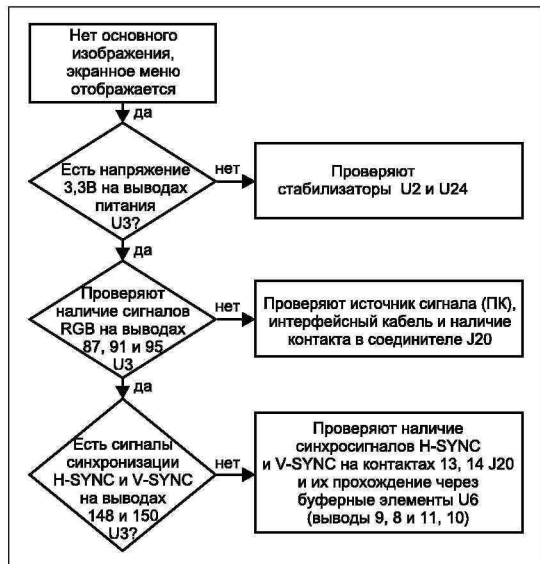

Рис. 13
- Нет основного изображения, OSD отображается (рис. 13);